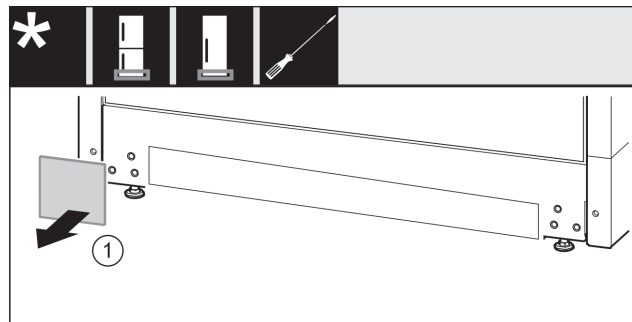

Fig. 15
- ▶ Sejměte kryt. *Fig. 15 (1)*